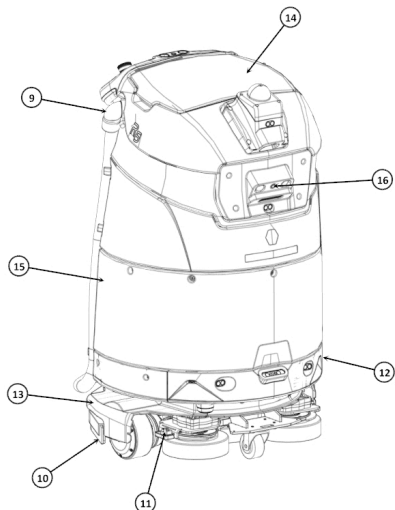

Figura 2
- 9. Manguera de aspiración (Figura 2)
- 10. Hoja de escobilla de goma (Figura 2)
- 11. Pestillo del cartucho del cepillo (Figura 2)
- 12. Barra de sensores delantera (Figura 2)
- 13. Escobilla de goma (Figura 2)
- 14. Tapa del depósito de recuperación (Figura 2)
- 15. Cubierta delantera (Figura 2)
- 16. Cámara RGB delantera (Figura 2)